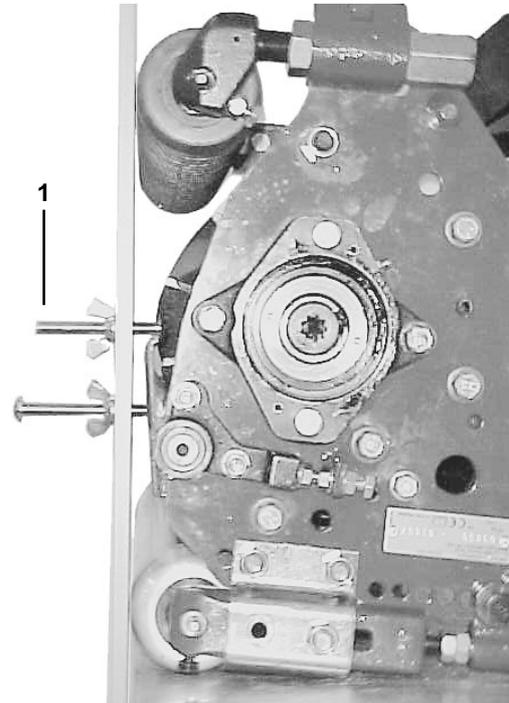

Bild 17
3. Legen Sie die Meßlehre über die vorderen und hinteren Walzen. Der erste Schraubenkopf muß eng über die Kante des Untermessers passen, während die Meßlehre die vordere Walze berührt (Bild 17).
9. Bringen Sie die erste Schraube wieder in ihre normale Stellung zurück (Schraubenkopf hakt über dem Untermesser ein) und stellen die gewünschte Schnitthöhe ein (Bild 17).
10. Legen Sie die Meßlehre über die vorderen und hinteren Walzen. Wenn der erste Schraubenkopf eng über die Kante des Untermessers paßt und der zweite Schraubenkopf das Untermesser berührt, stellen Sie die vordere Walze so ein, daß sie die Meßlehre berührt (Bild 17).